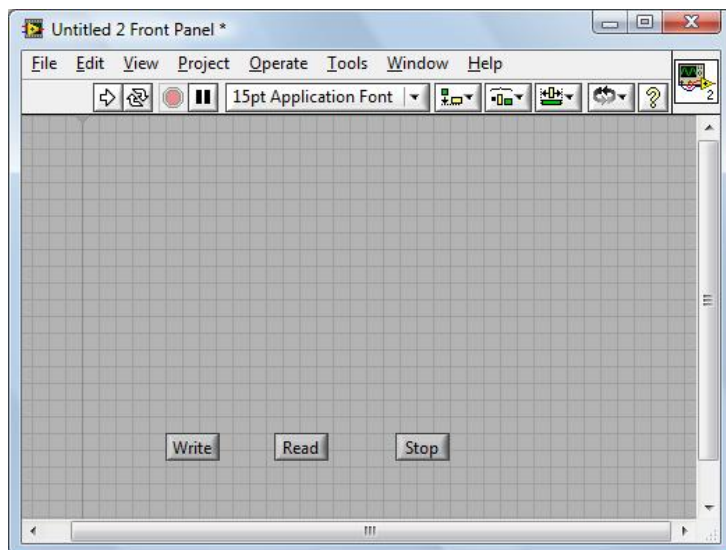

图 4-3-2
2. 从前面板选择 Controls>>Modern>>Boolean>> OK Button 放置 3 个按钮分别定义为 Write，Read 和 Stop。如图 4-3-2 所示。